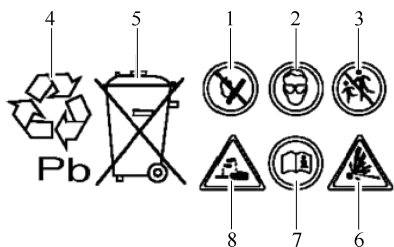

图 13-1-1 蓄电池上的安全标记
① 如果电解液从蓄电池中泄漏，可能会导致皮肤烧伤、酸腐蚀以及车辆腐蚀，这可能会导致对车辆安全部件的损坏。
② 在充电时产生的气体会从通气阀中溢出，这是可燃的。如果没有正确处理蓄电池，在极限条件下，蓄电池可能会发生爆炸。
③ 蓄电池的电眼如果为无色或浅黄色，则必须对蓄电池进行检查或充电。
④ 禁止在蓄电池附近使用明火或吸烟，同时也要避免产生的静电火花。在接触蓄电池之前先接触一下车身，以消除静电。
⑤ 只能在有良好通风的室内对蓄电池进行操作。
2) 蓄电池上的安全标记，如图 13-1-1 所示。